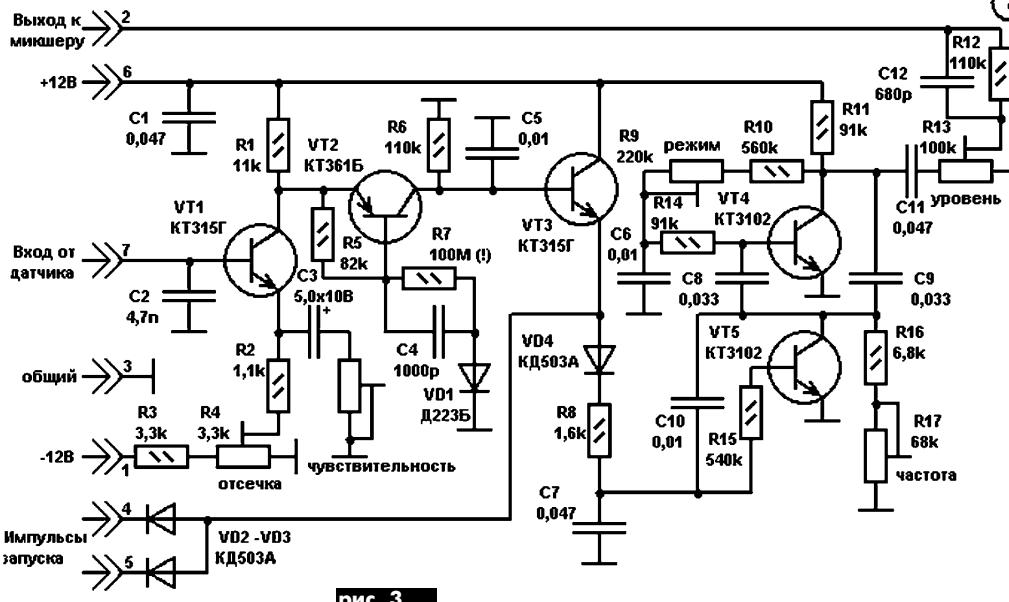

рис. 3
**"Модуль имитатора большого барабана для электронной ударной установки"** (<http://shustikov.by.ru/konstruktion/bigbar/bigbar.html>). В этой схеме (рис.3) сигнал от датчика поступает на формирователь очень короткого импульса запуска, собранного на транзисторах VT1-VT3, с амплитудой, пропорциональной силе удара колотушки. "Заторможенный" генератор частоты звучания барабана выполнен на транзисторе VT4. Транзистор VT5 служит для имитации выбега частоты (медленного ее изменения) при отскеke колотушки.